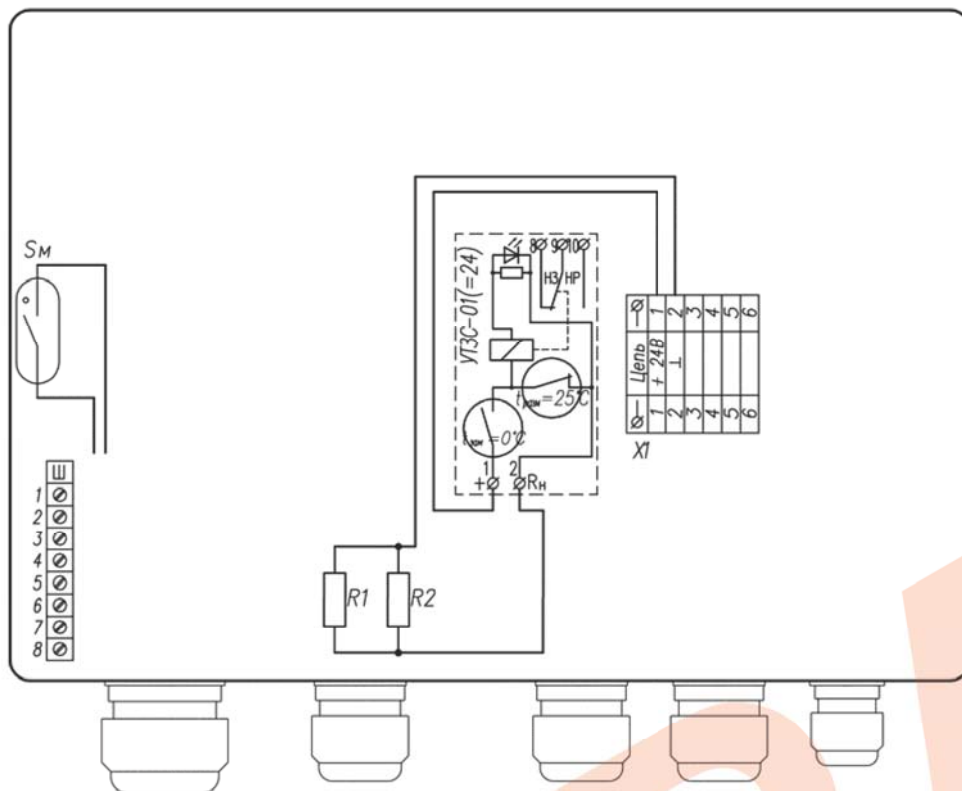
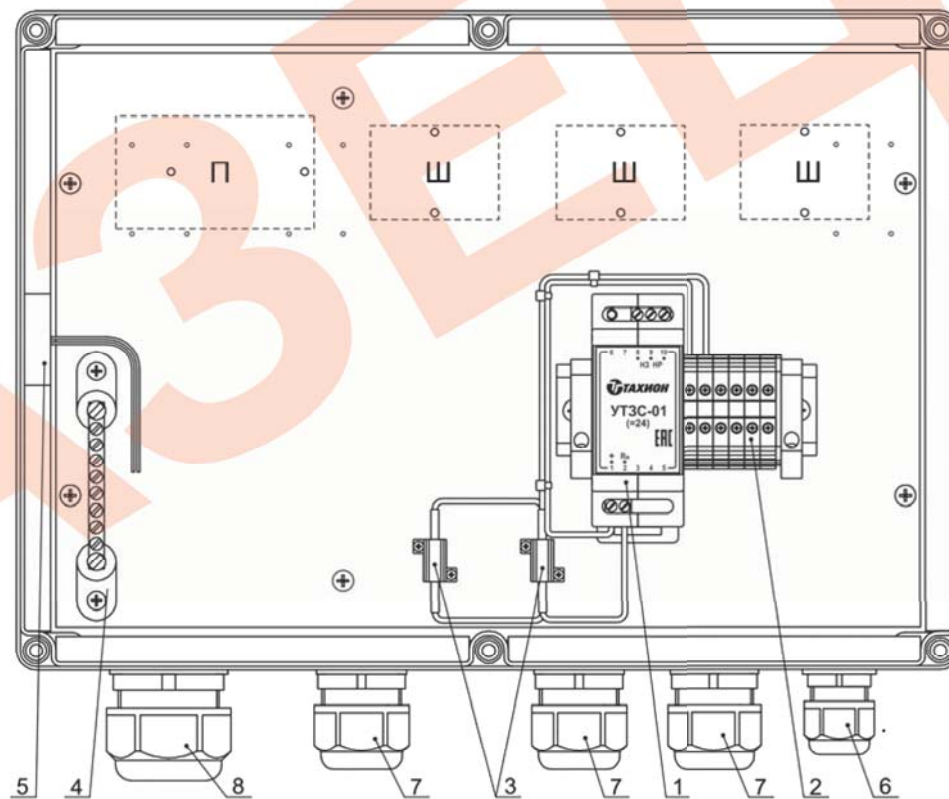

Рис.2 Схема электрическая принципиальная
Рис.1 Устройство КМГО-24-2-5 (крышка не псказана)
В состав изделия входят (см. рис.1 и рис.2):
Подключение цепей изделия производится в соответствии со схемой электрической принципиальной рис.2. Для подключения необходимо:
1. Заземлить любой свободный контакт шины заземления Ш (поз.4 рис.1).
3. Подключить магнитоконтактный извещатель Sm (поз.5 рис.1) к внешнему устройству сигнализации.